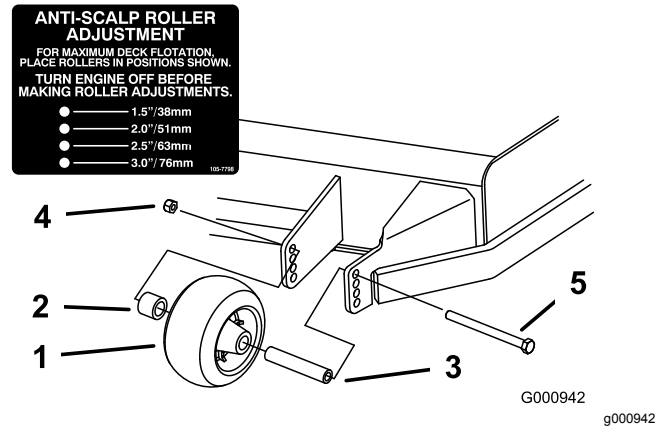
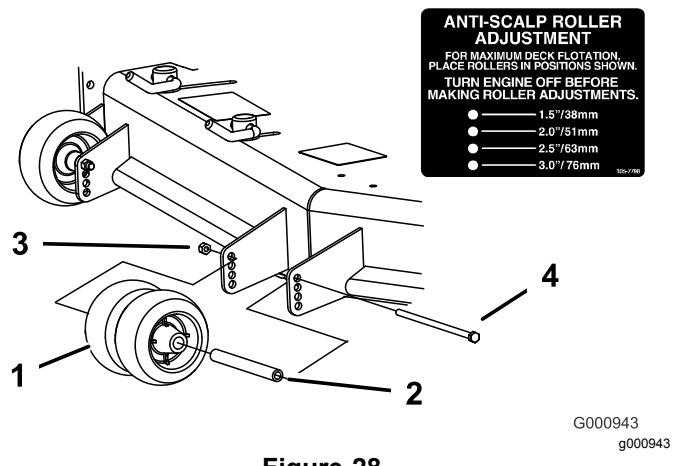
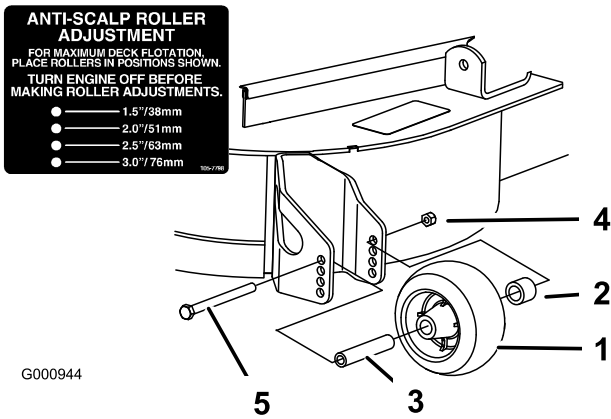

Figure 27
Figure 28
Figure 29
3. Réglez les galets anti-scalp comme montré à la Figure 27, la Figure 28 et la Figure 29.